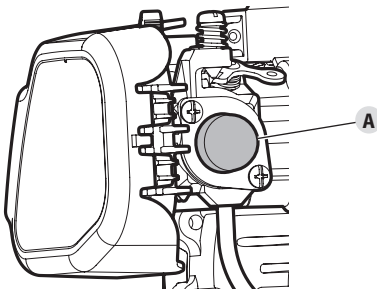

Fig. 12
1. Presione y luego suelte el bulbo del cebador (Fig. 12-A) lentamente **10 veces**. Si no puede ver combustible en el bulbo del cebador, **oprima y suelte el bulbo del cebador hasta que se vea combustible**.